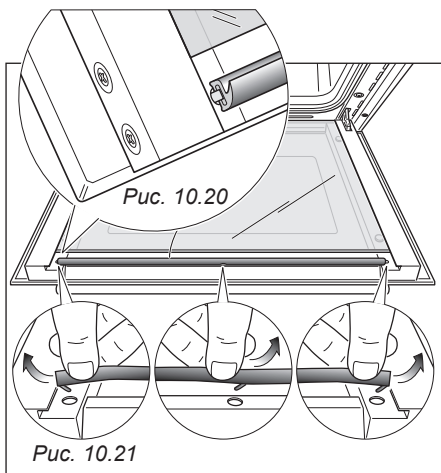

Рис. 10.21
- Установите уплотнительную прокладку на прежнее место (Рис. 10.20), введя 3 (три) крепежных крючка в соответствующие отверстия (Рис. 10.21).